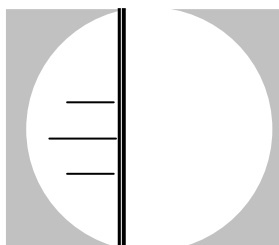

Abbildung 5-8 Zwei Linien kommen sich näher
4. Drehen Sie die Mikrometerschraube bis sich die beiden dünnen Linien näher kommen. Der Spalt zwischen den beiden Linien verengt sich soweit, bis sie sich berühren und kein Spalt mehr zu erkennen ist. In diesem Augenblick ist das Licht zwischen den zwei Linien sehr schwach. (Siehe Abbildung 5-8). Dann drücken Sie **<ZERO>** um D1/D2 zu nullen. Drehen Sie die Mikrometerschraube um die rechte Linie zu bewegen.